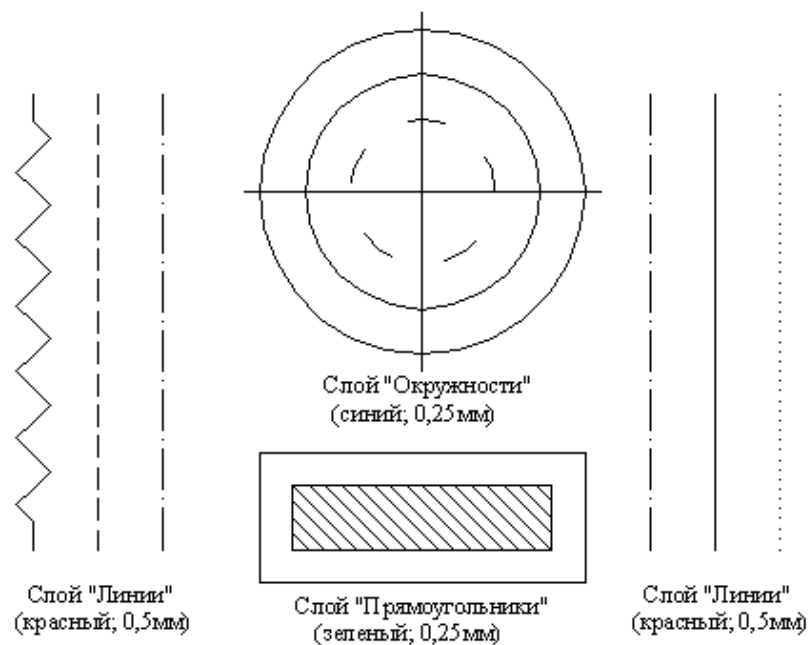

Рис. 3.6. Объекты для выполнения практического задания 3.1
1. Постройте объекты, изображенные на рис. 3.6, в указанных слоях (размеры произвольные).